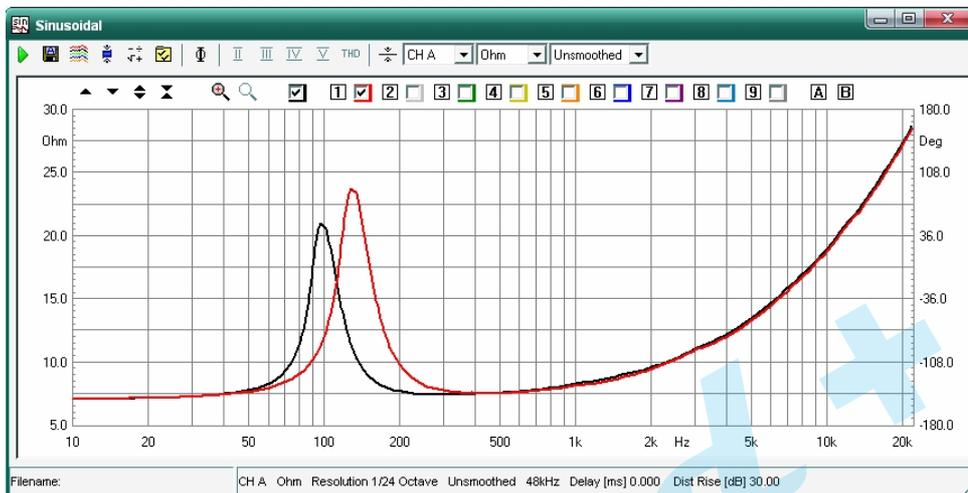

图11-16
11.4.6 在计算出电参数后点主工具栏的  SIN 正弦模式，附上已知重量的不干粘土或橡皮泥在防尘帽的周围并注意与纸盆接触好。按开始测试按钮完成附加重量后喇叭曲线的测量如图11-16 黑色曲线。